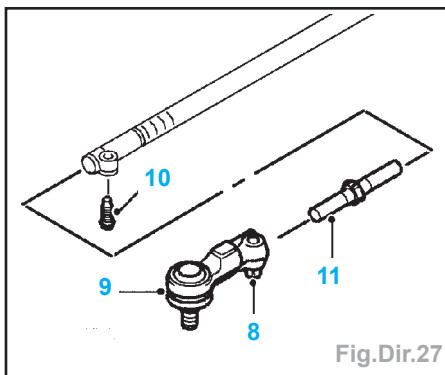

Fig.Dir.27
- Immobiliser la biellette et desserrer le boulon (8) de serrage à l'extrémité de la biellette (Fig.Dir.27).